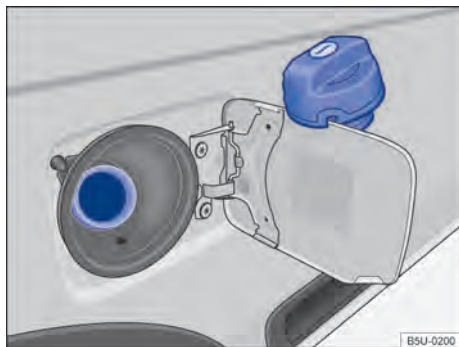

Fig. 150 Portinhola do tanque de combustível aberta com a tampa do tanque de combustível pendurada.
- Girar a tampa do tanque no sentido anti-horário e pendurá-la em cima da portinhola do tanque de combustível → **Fig. 150**.